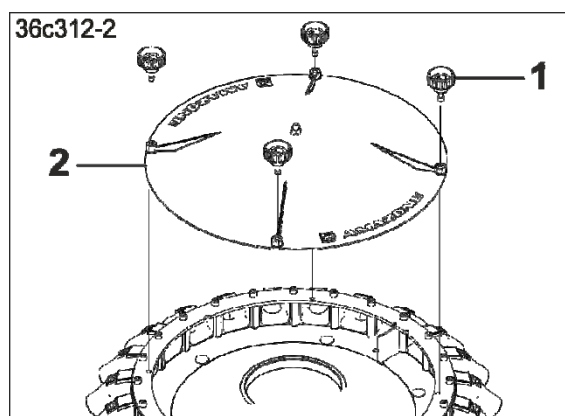

Fig. 239
2. Løsne fingerskruene (Fig. 239/1) og ta av lokket (Fig. 239/2) fra fordelerhodet.